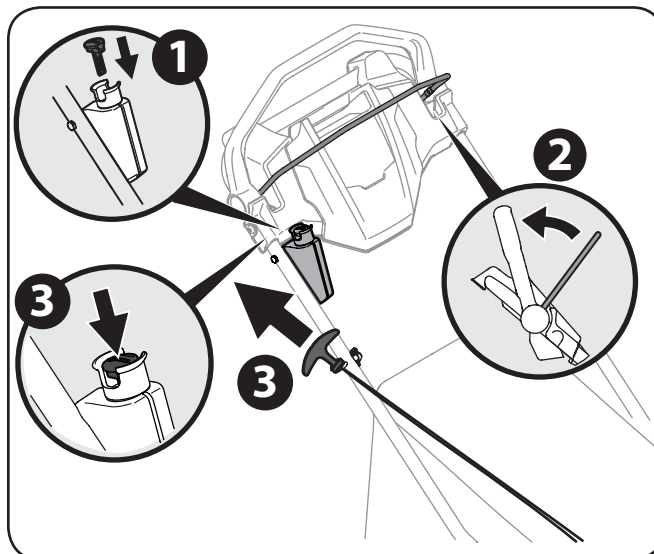

Figura 5-1
3. **Arrancador de Retroceso:** Sostenga firmemente las dos manijas juntas, tome la manija del arrancador de retroceso y tire de la cuerda para sacarla con un movimiento rápido y continuo. Vea la Figura 5-1. Mantenga firme la manija del arrancador, deje que la cuerda regrese lentamente al arrancador. Repita hasta que el motor esté en marcha. Deje que la cuerda se enrosque lentamente de regreso.